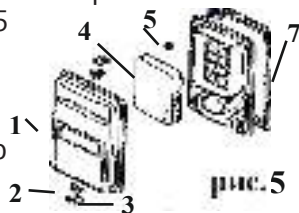

рис.5
- снимите крышку воздушного фильтра (рис.5 поз.1), открепив две защёлки (рис.5 поз.3);
- извлеките и осмотрите воздушный фильтр (рис.5 поз.4);